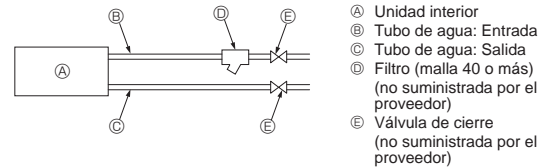

Fig. 4-4
11. Consulte la [Fig. 4-4] cuando conecte el suministro de agua.